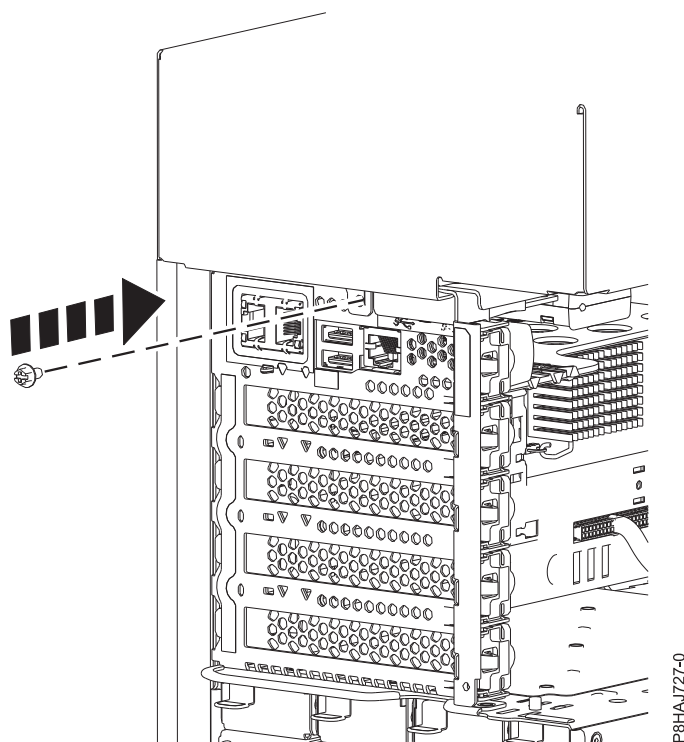

図 38. 8286-41A サイド・カバーねじの取り付け
5. プラスのねじ回しを使用して、サイド・カバー後部ねじを取り付けます (59 ページの図 38 を参照)。